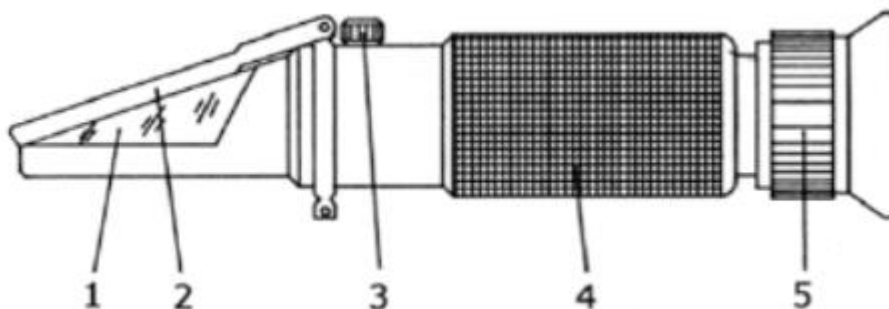
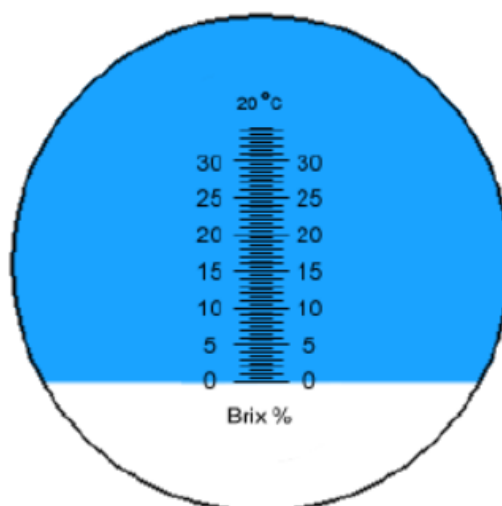

Рис. 1 Общее устройство ручного рефрактометра. 1 Призма; 2 Прижимное стекло; 3 Калибровочный винт; 4 Зеркальная труба; 5 Окуляр с регулировкой фокуса
Рис. 2 Общий вид шкалы ручного рефрактометра
- 1 Поднимите прижимное стекло (2) (см. Рис.1) и протрите поверхность призмы (1) с помощью микрофибры или мягкой бумажной салфетки;
- 5 Посмотрите в окуляр рефрактометра (4), направив его в сторону источника света. Если измерительная шкала оказалась не в фокусе откорректируйте фокус вращением окуляра вокруг оси;
- 6 Убедитесь, что граница между темной и светлой областями (см. Рис.2) проходит по нулевой отметке (или по уровню, соответствующему калибровочному эталонному раствору);
- 7 Если наблюдается отклонение, откорректируйте его винтом (3) с помощью отвертки из комплекта.
- 5 Посмотрите в окуляр рефрактометра (4), направив его в сторону источника света. Считайте показания концентрации жидкости по границе между темной (верхней) и светлой (нижней) областями.